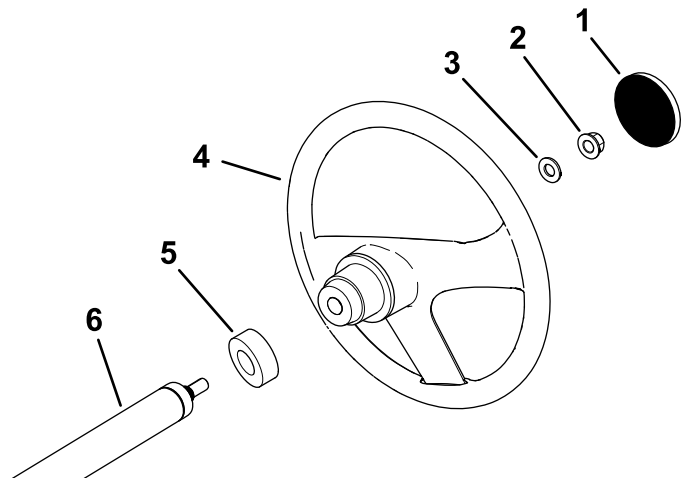

Рисунок 3
1. Если установлена крышка, снимите ее со ступицы рулевого колеса (Рисунок 3).
2. Отверните контргайку (½ дюйма) с рулевого вала (Рисунок 3).
3. Наденьте рулевое колесо, пылезащитную крышку и шайбу (1/2 дюйма) на рулевой вал (Рисунок 3).
5. Установите крышку на рулевое колесо (Рисунок 3).